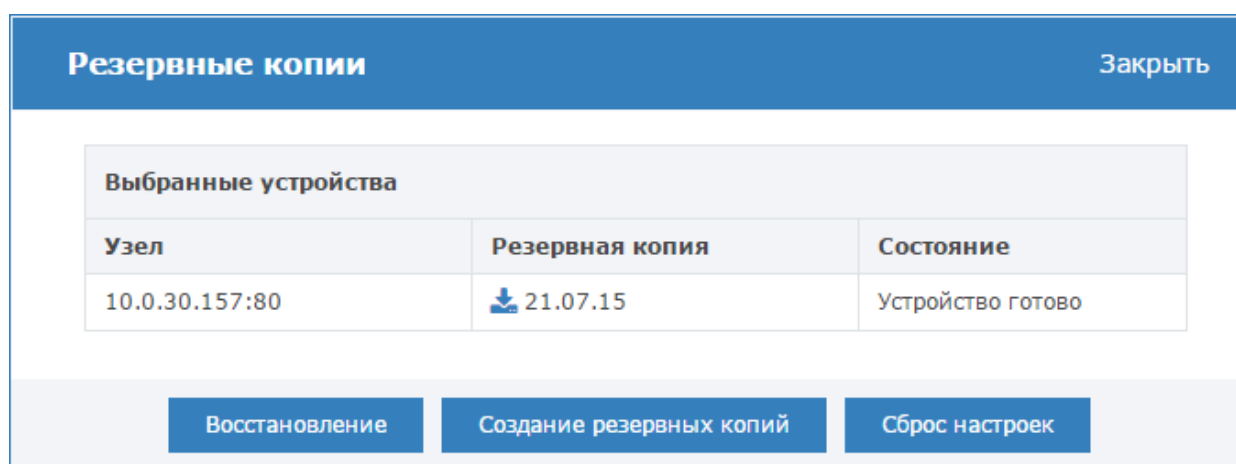

Рисунок 10.70 — Работа с резервными копиями
3. Выберите требуемую команду (рисунок 10.70).